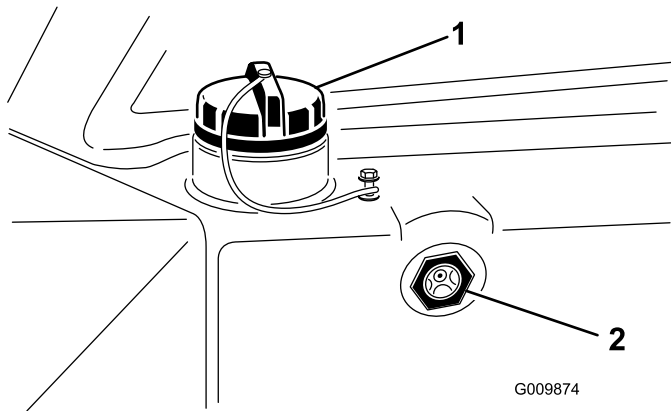

Figura 29
2. Verifique o nível do fluido visualizando-o no visor de nível (Figura 29).
4. Se o nível de fluido não estiver, pelo menos, na parte inferior do indicador quando estiver frio, retire a tampa do reservatório de fluido hidráulico (Figura 29) e, lentamente, encha o reservatório com fluido hidráulico de elevada qualidade até o nível atingir a parte inferior do visor de nível. **Não encha demasiado.**